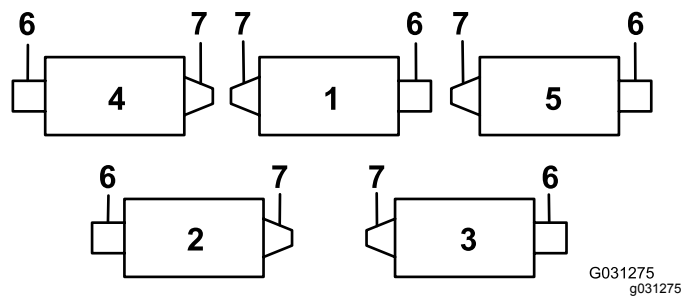

Figure 12
**Important:** Sur les unités de coupe n° 4 (avant gauche) et n° 5 (avant droit), utilisez les écrous de fixation du support de tige pour monter les guides de flexible devant les pattes de l'unité de coupe. Les guides de flexible doivent être inclinés vers l'unité de coupe centrale (Figure 12 à Figure 14).
7. Augmentez la direction des unités de coupe arrière en retirant les 2 entretoises de pivot, les vis à tête creuse et les contre-écrous à embase (Figure 15) des bâtis porteur des unités de coupe arrière (n° 2 et n° 3) ; voir Figure 12.